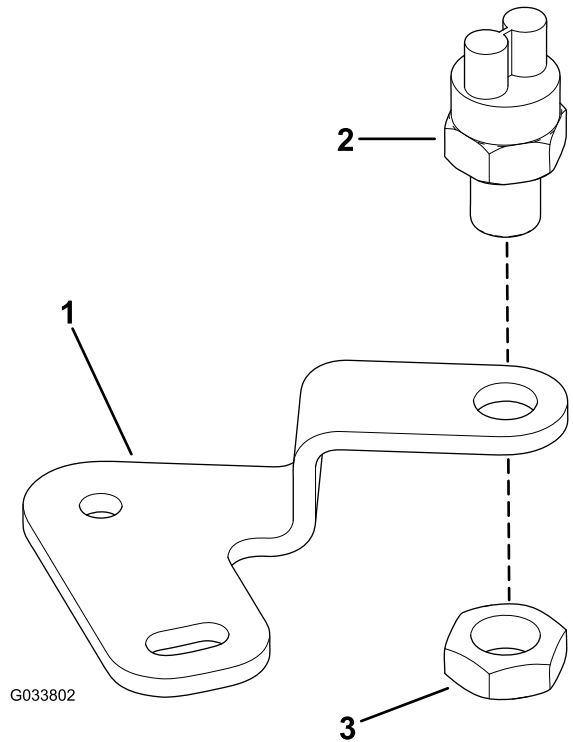

Figura 3
2. Instale el interruptor de bola al soporte del interruptor de bola con la tuerca de inmovilización (9/16"), tal y como se muestra en Figura 3.